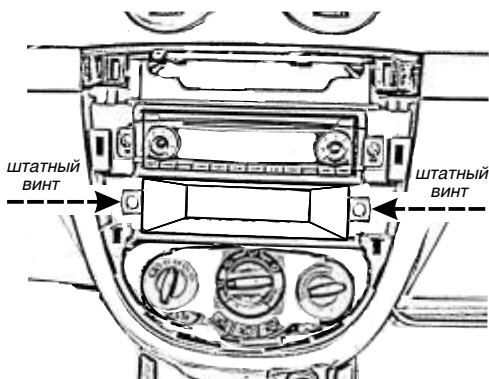

Рис. 2.13
2. Выкрутите штатные винты крепления перчаточного ящика, винты расположены по бокам от ящика, рис. 2.13.